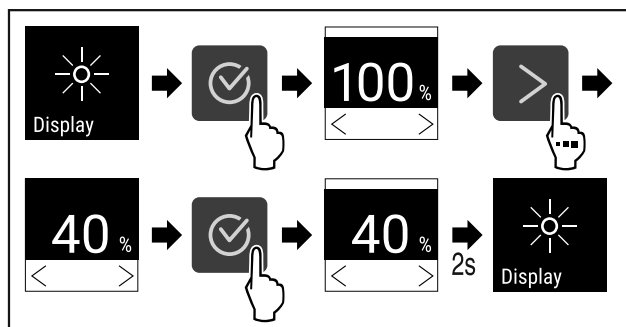

Fig. 101
- Eseguire i passaggi (vedere Fig. 101).